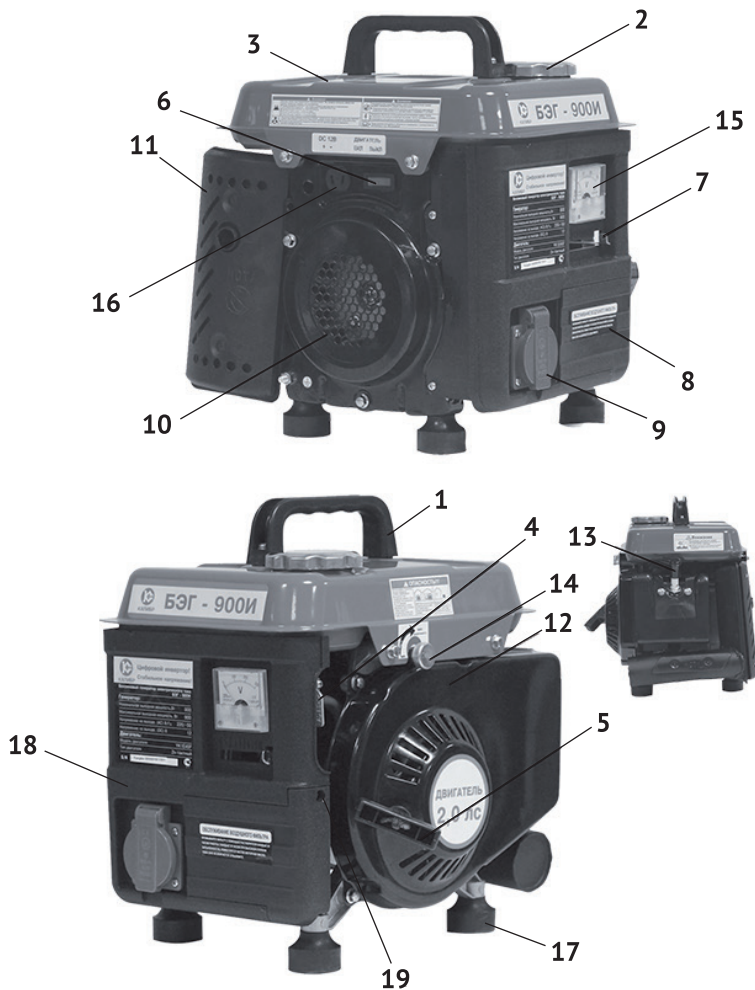

рис.1
Коленчатый вал, приводимый во вращение возвратно-поступательными движениями поршня двигателя (рис.1 поз.12), передаёт крутящий момент на вал якоря генератора. Передача осуществляется через коническое сопряжение ротора генератора и вала двигателя. При этом образуется самоцентрирующаяся трёхпорная схема соединения. С обмоток статора генератора напряжение подводится: через инверторную систему стабилизации на розетку однофазного переменного тока 220В (рис.1 поз.9), или через выпрямительный блок на розетку постоянного тока (рис.1 поз.16). Инверторный преобразователь позволяет бензогенератору выдавать энергию с максимально стабильными параметрами, что позволяет использовать его для питания чувствительных электроприборов и электроники.
2.4 Общий вид бензогенератора представлен на рис.1
3.2 Бензогенератор оснащён одноцилиндровым двухтактным двигателем внутреннего сгорания с верхним расположением клапанов и нижним расположением коленчатого вала. Верхнее расположение клапанов снижает теплонапряжённость двигателя. При этом достигается более высокая выходная мощность в меньшем рабочем объёме при эффективном сгорании топлива. Двигатель имеет карбюраторную систему питания. Пуск двигателя осуществляется ручным тросовым возвратным стартёром (рис.1 поз.5).
3.4 Основным несущим узлом бензогенератора является блок двигатель-генератор, на котором закреплены: топливный бак (рис.1 поз.3), глушитель (рис.1 поз.11) и пластиковый корпус панели управления. Воздушный фильтр размещён в нижней части корпуса панели управления (рис.1 поз.18).
Открутите крышку топливного бака (рис.1 поз.2). Заливайте топливо в бак не более чем на 1 см ниже уровня основания заливной горловины. Перед запуском двигателя тщательно протрите крышку топливного бака, удалив возможные при заправке брызги топлива.
- открыть топливный кран (рис.1 поз.4);
- перевести выключатель зажигания (рис.1 поз.6) в положение «ВКЛ»;
- перевести рычаг воздушной заслонки (рис.1 поз.7) в положение «закрыто» - (крайнее левое положение) при пуске холодного двигателя (для прогрева)
- резко, с усилием потяните рукоятку стартера (рис.1 поз.5) до упора, повторите действие ещё раз, если двигатель не завёлся.
- отключить потребителей электроэнергии от розетки (рис.1 поз.9);
- перевести выключатель зажигания (рис.1 поз.6) в положение «Выкл»;
- закрыть топливный кран (рис.1 поз.4).
Подключение нагрузки потребителя к розетке переменного тока (рис.1 поз.9) производится в следующем порядке: